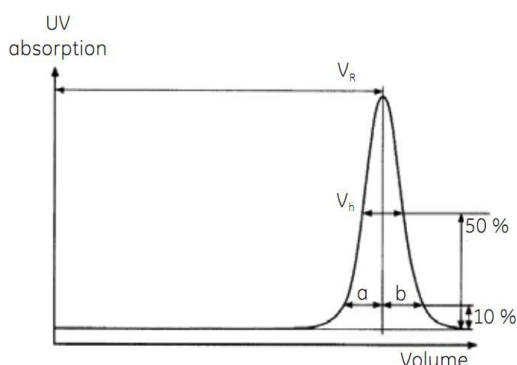

图 1. 柱效检测方法实例
如图 1 所示计算理论塔板数, 用如下公式: $N/m = 5.54 (V_R/V_h)^2 \times 1000/L$
计算峰不对称系数 (AS) 公式如下: $AS = b/a$ (如图 1 所示)